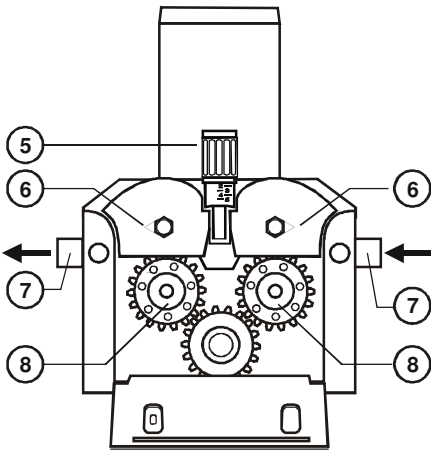

Fig.8 - Moteur 4 galets 50W
- Vérifier que la rainure du galet (8-fig.8&9) et le tube de contact de la torche (9-fig.10) correspondent au diamètre de fil à utiliser.
Ensuite, fermer les leviers de traction (6-fig.8 & 9) en vérifiant soigneusement si le fil est bien situé dans la rainure du galet. Pour régler la pression des galets, il faut serrer légèrement la vis de réglage (5-fig.8 & 9); ce réglage doit être complété avec le moteur en marche graduellement jusqu'à ce que le fil progresse sans patiner. Cette pression doit être réduite au minimum nécessaire pour éviter la déformation du fil par écrasement.